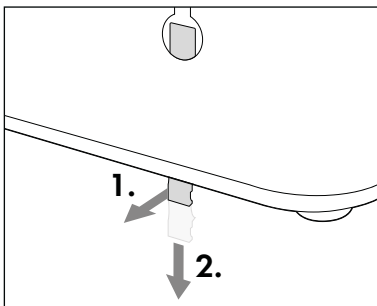

Fig. 1
3. En dessous de l'appareil, une goupille de sécurité **7** située dans l'œillet de suspension droit **6** veille à ce que l'appareil ne se détache pas des vis **8**. Poussez légèrement la goupille de sécurité **7** en arrière jusqu'à ce qu'un clic se fasse entendre. Tirez ensuite la goupille de sécurité **7** légèrement vers le bas pour la faire sortir de l'œillet de suspension **6** (voir fig. 1).